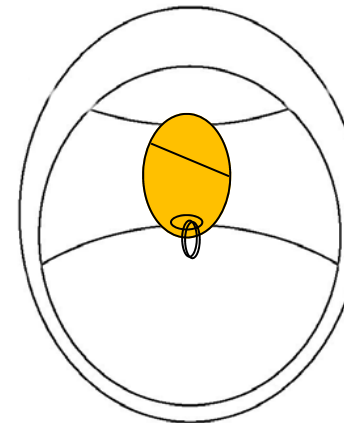

FIG. 2
- Bring the key near the transponder as shown in figure 2;
- Approcher la clé à proximité du transpondeur TRP1, comme illustré sur la figure 2;